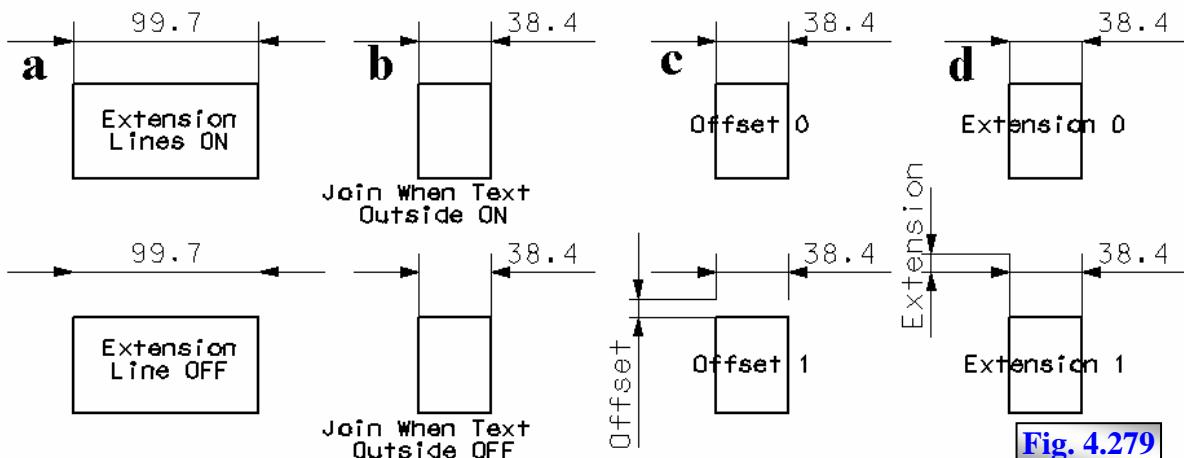

Fig. 4.279
- **Extension Lines** – activează sau dezactivează generarea liniilor de extensie ale dimensiunii, fig. 4.279-a;
- **Join When Text Outside** – dacă textul cotei este plasat în afara liniilor de extensie, activarea acestui control generează o linie care unește terminatoarele cotei, linie care în caz contrar nu este generată, fig. 4.279-b;
- **Offset** – este distanța între startul liniei de extensie și elementul dimensionat, exprimată în raport cu înălțimea activă a textului, fig. 4.279-c;
- **Extension** - este distanța cu care sunt extinse liniile de extensie în raport cu linia de dimensionare, exprimată în raport cu înălțimea activă a textului, fig. 4.279-d;